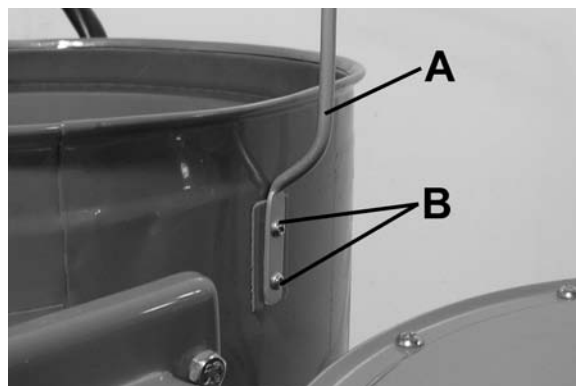

FIGURE 6
6. Pour installer le crochet (A) Fig.6 au boîtier, vissez le crochet dans le boîtier en utilisant 2 vis à tête bombées (B) tel qu'illustré.